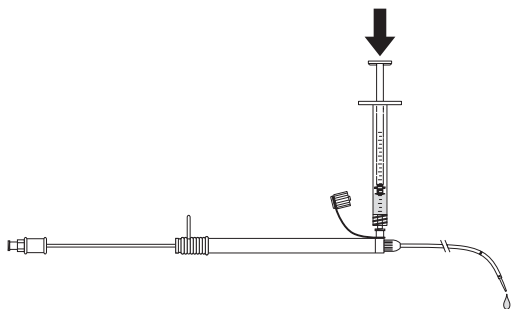

Fig. 2
4. Immediatamente prima di inserire il sistema di inserimento nel corpo del paziente, usare una siringa da 1 mL per lavare il sistema di inserimento con soluzione fisiologica attraverso il raccordo per il lavaggio sulla via laterale. Lavare fino a fare fuoriuscire qualche goccia di soluzione fisiologica dalla punta distale, tra la guaina esterna del sistema di inserimento (d) e il catetere interno (e). (Fig. 2)